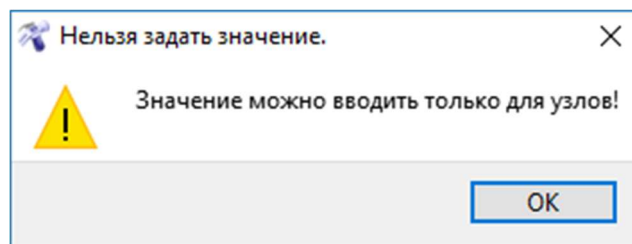

Рисунок 4.31 – Окно с предупреждением о невозможности ввода значения
**Ограничение 2.** Стоит обратить внимание на то, что ввод нового значение в объект «*Значение*», который связан с объектом типа «*Линия*», а не «*Узел*» - запрещено. При попытке это сделать на экране появится окно, показанное на рисунке (Рисунок 4.31).